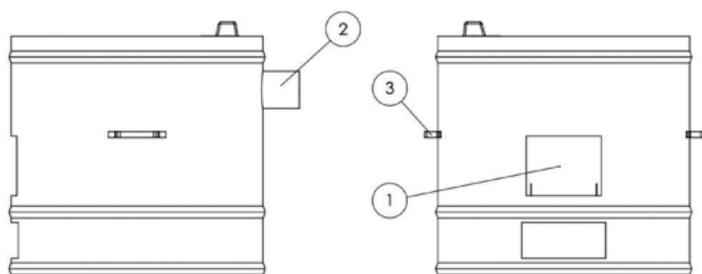

Рисунок 2. Топка
Топка (рис. 2) изготовлена из одной части, в отличие от казанов - перевертышей, топки которых состоят из двух частей. В нижней части находится отверстие для подачи топлива (1), а на противоположной стороне в верхней части - отверстие для отвода дымных газов (2).